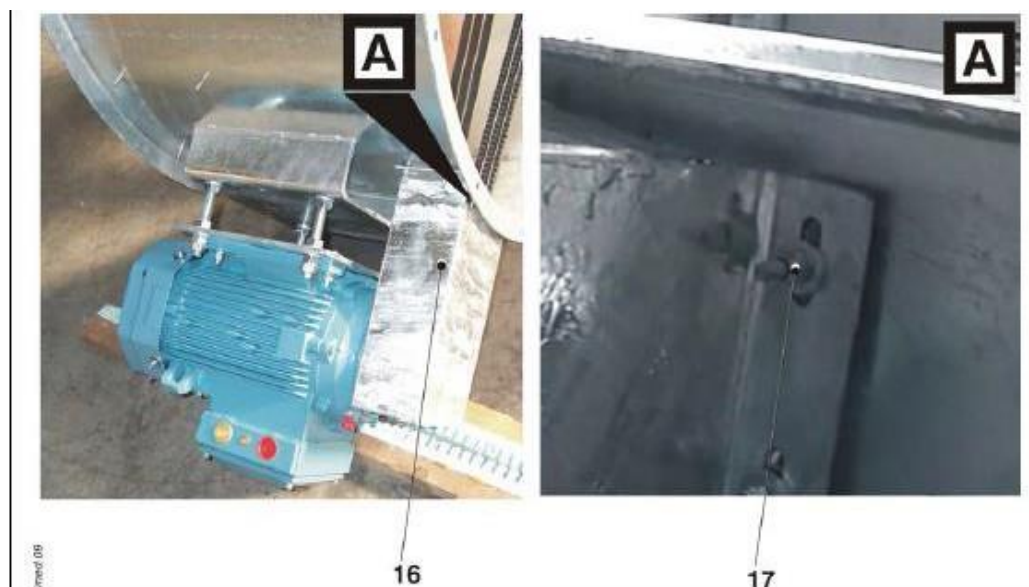

Рисунок 2-4: Установка защитного приспособления приводного шкива вентиляторов серий GFF-01 / GFF-04 / TFF-09 / TFF-12
17. Установите защитное приспособление приводного шкива (16, Рисунок 2-4) на резьбовом основании, используя имеющиеся в конструкции винты, гайку и шайбу (17).